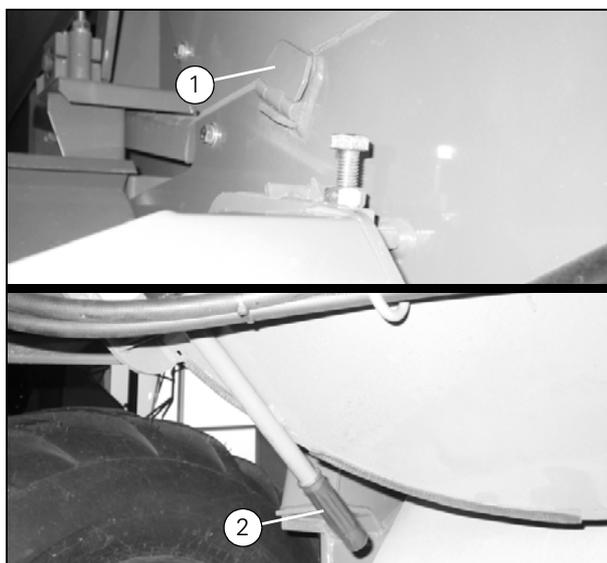
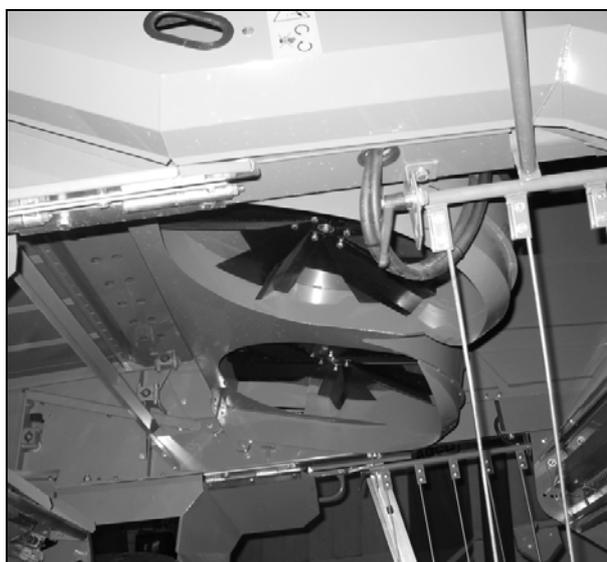

Рисунок 29
Рисунок 30
(Рис. 29) и (Рис. 30)
Для этого повернуть в вертикальное положение два шарнирных фиксатора (1) на правой и левой стороне бункера соломы, как показано на (Рис. 29), сверху.
Затем разбрасыватель соломенной сечки поднять вверх в положение для техобслуживания. Чтобы поднять разбрасыватель соломенной сечки в положение для техобслуживания, используя рычаг (2), следует всегда находиться сзади разбрасывателя соломенной сечки, (Рис. 30).